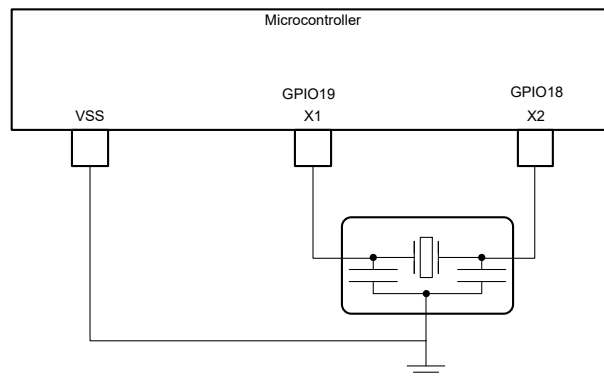

図 6-12. 外部共振子
- 外部共振子。図 6-12 に示すように、X1 と X2 の間に共振子を接続し、そのグラウンドを VSS に接続する必要があります。